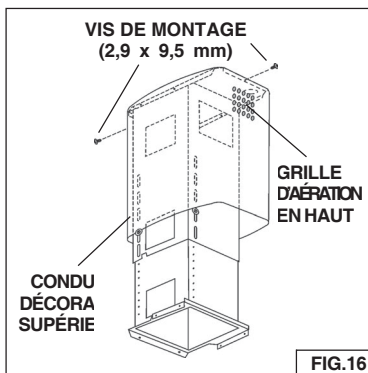

FIG.16
Fixer sur la structure de support avec les (2) vis de montage de 2,9 x 9,5 mm. Fig. 16.